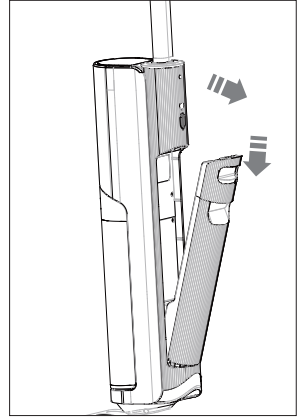

Abb. 5 – Wassertank entnehmen
- ▶ Fassen Sie in die Griffmulde des Frischwassertanks (14) und drücken Sie die Entriegelungstaste des Frischwassertanks (15) nach unten.
- ▶ Ziehen Sie den Frischwassertank aus dem Gerätekörper heraus (**siehe Abb. 5**).